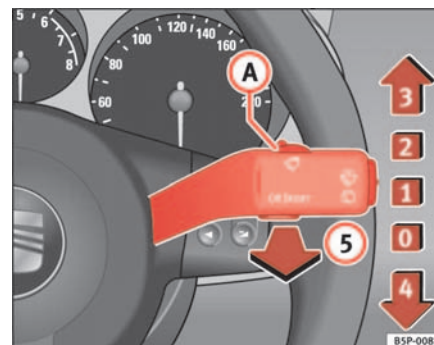

Abb. 81 Scheibenwischer- und Scheibenwischerhebel
Der Scheibenwischerhebel  $\Rightarrow$  Seite 123, Abb. 81 hat folgende Stellungen:
- Wenn bei eingeschalteter Wischerstufe (2) ⇒ Seite 123, Abb. 81 oder (3) das Fahrzeug anhält, wird automatisch auf die nächste Stufe heruntergeschaltet. Fährt das Fahrzeug wieder an, wird erneut auf die eingestellte Wischerstufe hochgeschaltet.